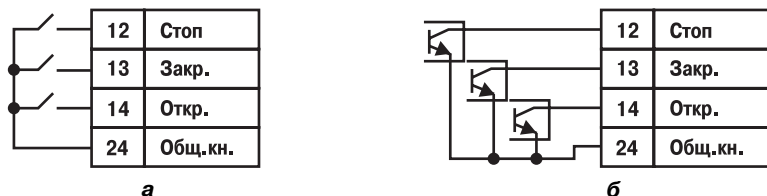

Рис. 2
- контакты внешних кнопок управления (рис. 2, а);
- устройства автоматики, имеющие на выходе транзисторные $n-p-n$ -ключи с открытым коллекторным выходом (рис. 2, б).